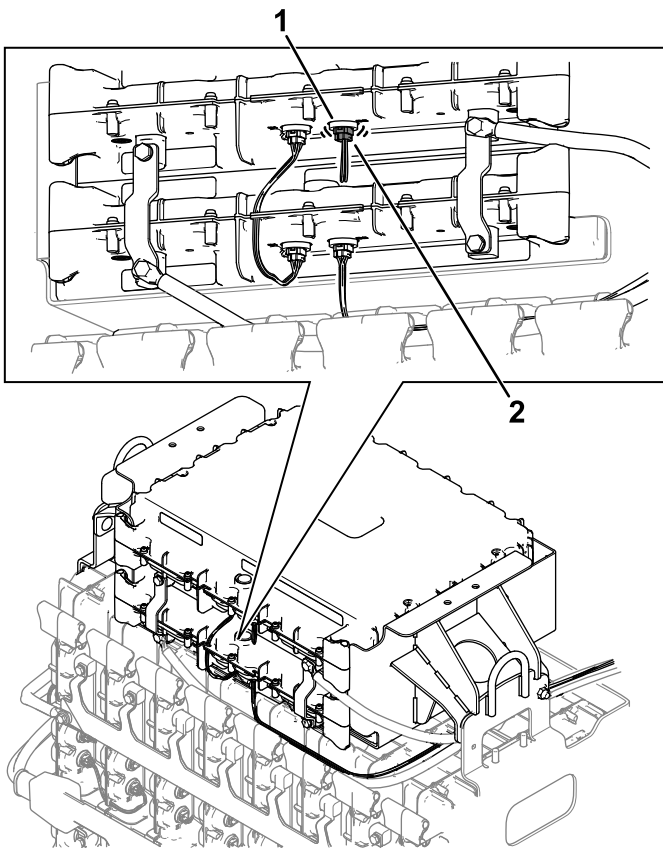

Bild 9
5. Schließen Sie den in Schritt 3 entfernten Kabelbaum (CAN) an den Akkuanschluss D2 am oberen Akku im Akkufach an (**Bild 9**).